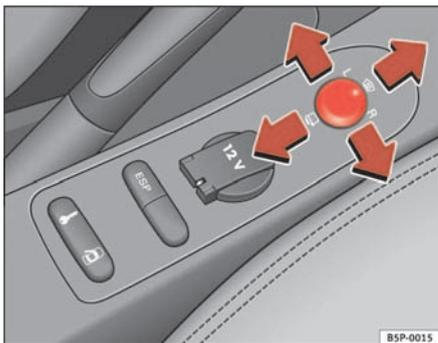

Fig. 90 Mando de los retrovisores exteriores
1. En primer lugar, gire el mando ⇒ fig. 90 hasta la posición **L (retrovisor izquierdo)**.
- Gire el mando hacia delante, en la posición central ⇒ fig. 90 ①, para que los retrovisores térmicos se calienten y la función de cristal parabrisas calefaccionable* en la zona de reposo de las escobillas, quede activada ⇒ página 125.
- Gire el mando ⇒ fig. 90 hasta la posición  para plegar los retrovisores exteriores. Para evitar daños en el vehículo, debería plegar los retrovisores exteriores siempre que utilice un túnel de lavado automático.